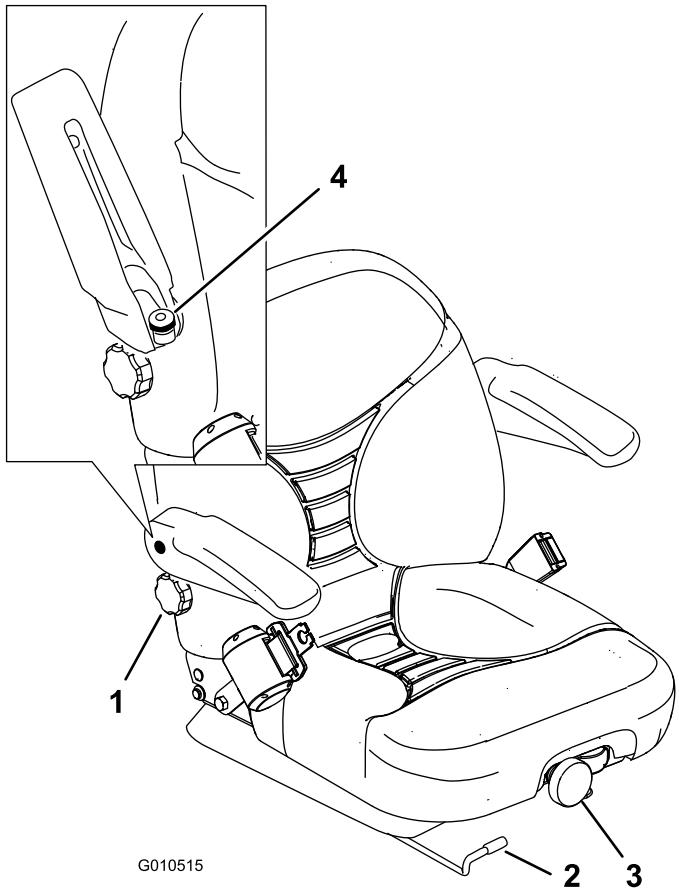

Bild 30
1. Bewegen Sie den Hebel zum Entriegeln des Sitzes zur Seite (Bild 30).
Drehen Sie das Handrad zum Verstellen an der Vorderseite solange, bis der gewünschte Komfort erreicht ist (Bild 30).
Drehen Sie zum Verstellen das Handrad unter der rechten Armlehne solange in eine Richtung, bis der gewünschte Komfort erreicht ist (Bild 30).
Klappen Sie die Armlehne hoch und drehen das Handrad, um die Armlehne auf eine komfortable Stellung zu ändern (Bild 30).